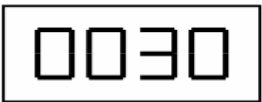

图 2
1) 开机进入初始界面（电流档位单位：mA），如图 2 所示。
1) 开机进入初始界面，如图 2 所示。